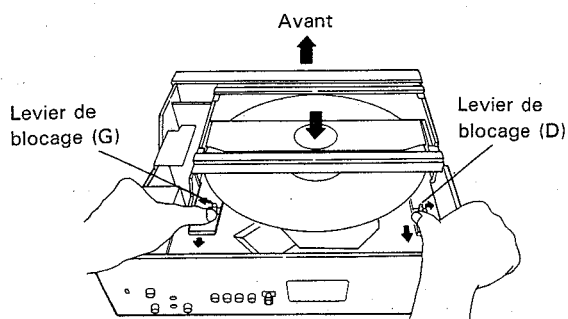

Fig.6
2. Tirer les leviers de blocage (G) et (D) vers l'arrière et l'extérieur; le verrou s'abaisse et saisit le disque. S'assurer que le disque est correctement maintenu en tournant le verrou à la main. (Fig. 6)